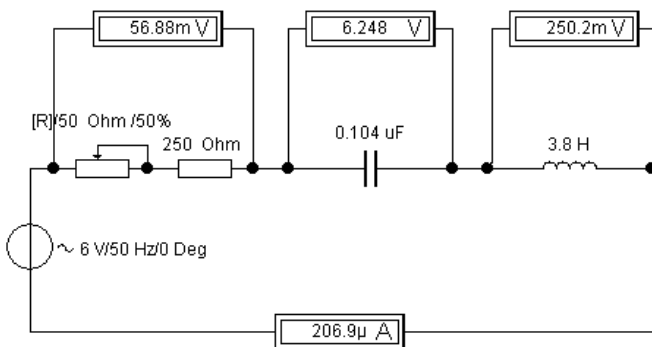

Рис. 6. Неразветвлённая электрическая цепь
1. Собрать электрическую цепь, показанную на рис. 6. Измерить падения напряжений на каждом элементе, а также ток в цепи.